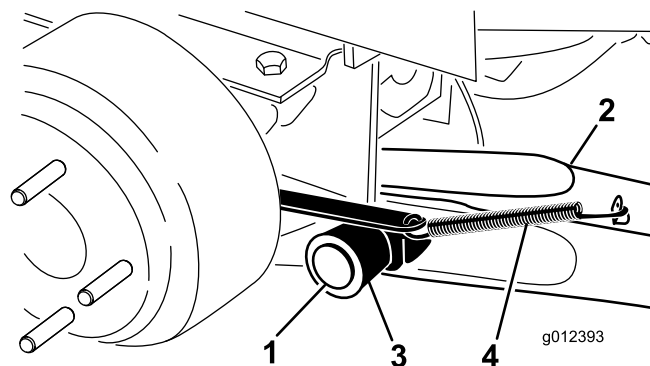

Figure 3
4. Montez un bras de relevage sur le support de pivot avec un axe de pivot et une goupille fendue (Figure 3). Installez le bras de relevage avec le coude placé vers l'extérieur.
5. Accrochez le ressort de rappel de frein à la patte du bras de levage (Figure 3).